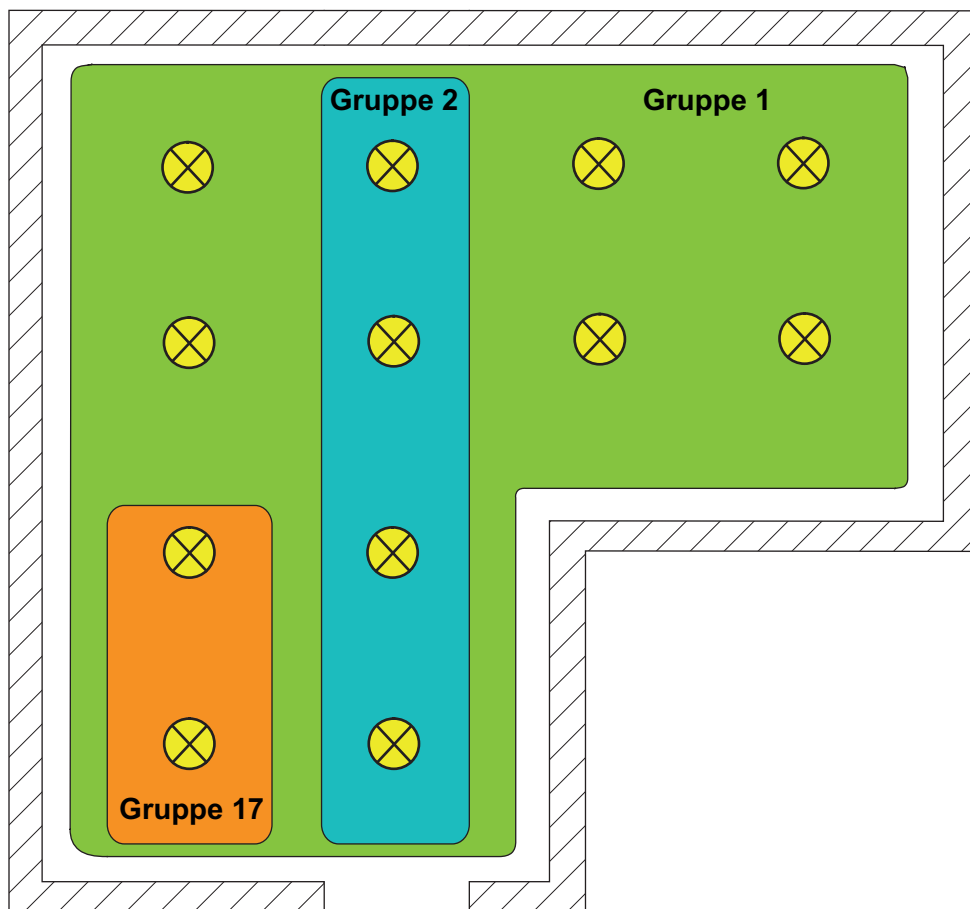

Bild 16: Beispiel einer Mehrfachzuordnung von Betriebsgeräten -
- i DALI-Betriebsgeräte, die mehreren Gruppen zugewiesen sind, stellen sich immer auf den zuletzt über eine der zugeordneten Gruppen eingestellten Zustand ein. In diesem Fall kann die Rückmeldung des Schaltstatus oder des Helligkeitswertes einer Gruppe nicht immer eindeutig sein. Die folgenden Beispiele verdeutlichen dieses Verhalten (Bild 16):